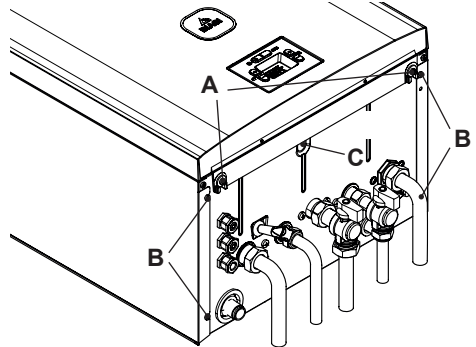
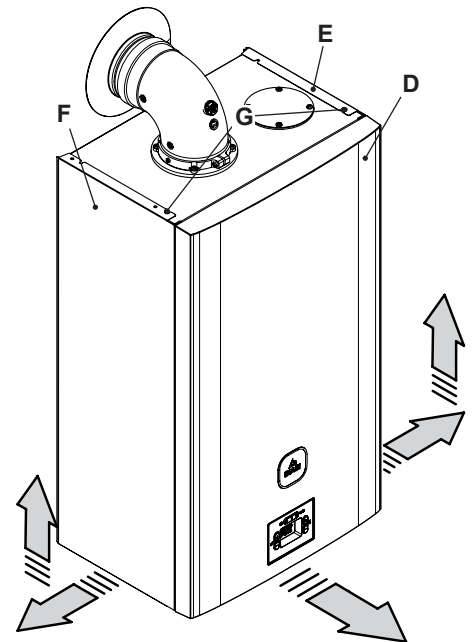

Figura 9.1
Figura 9.2
superiori (Figura 9.1 e Figura 9.2).
Allentare le viti **B** e **G** in Figura 9.1 e Figura 9.2 quindi togliere i due pannelli laterali **E** e **F** tirandoli verso l'esterno e in avanti in modo da liberarli dalle sedi posteriori.
• Svitare la vite **C** in (Figura 9.1).